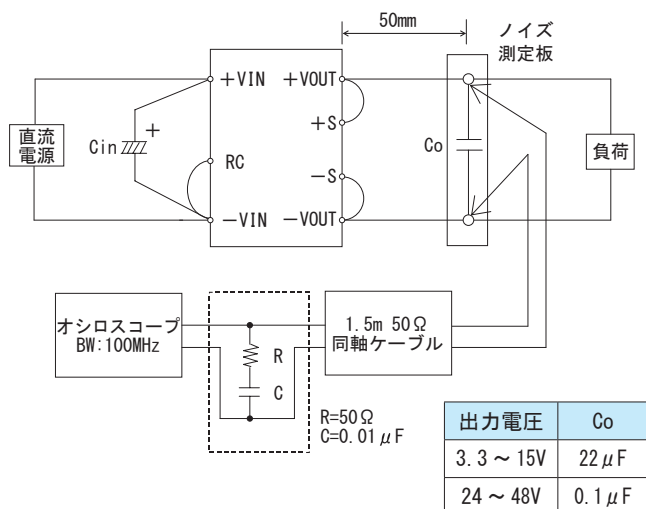

図2.3 電気特性の測定方法
- 出力リップルおよびリップルノイズは、図2.3に規定する方法にて測定した値です。Cinの容量は表1.1を参照してください。